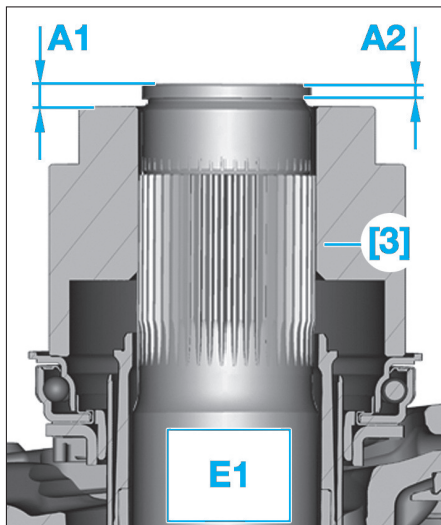

Fig. 8
- Cote (B) =  $(B1+B2)/2 = (2,61+2,81)/2 = 2,71$  mm
- Effectuer la même opération de mesure par rapport à la cale étalonnée [3] (Fig.8).